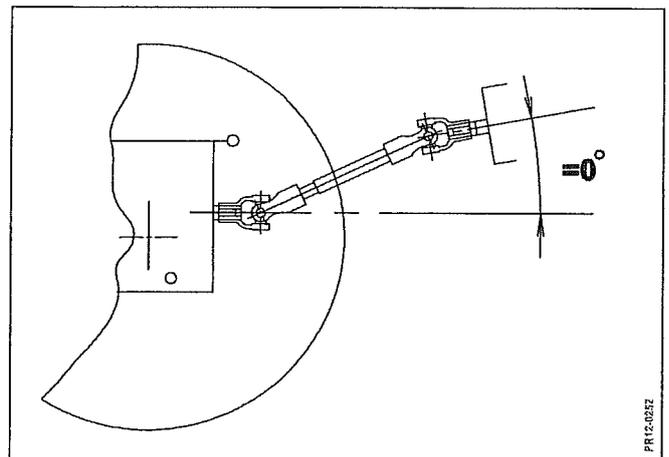

Fig. 2-22
**Fig. 2-22:** Si, en position haute, la machine présente une inclinaison vers l'arrière de plus de 5°, fixer le troisième point plus haut sur le tracteur et recommencer Fig 2-17.